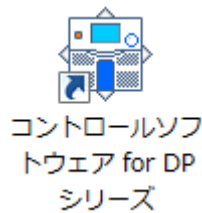

図3-1 デスクトップのショートカットアイコン
4. インストールが終了したら、CD-ROM を CD-ROM ドライブから取り出します。インストールが終了すると、本ソフトウェアを実行できるようになります (図 3.1)。
- デスクトップのショートカットアイコン（図 3-1）をダブルクリックします。